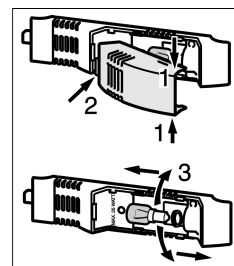

Fig. 11
- ▶ Agarrar a cobertura da lâmpada na parte superior e inferior *Fig. 11 (1)*.
- ▶ Desencaixar a cobertura da lâmpada atrás e retirar a mesma *Fig. 11 (2)*.
- ▶ Substituir a lâmpada *Fig. 11 (3)*.